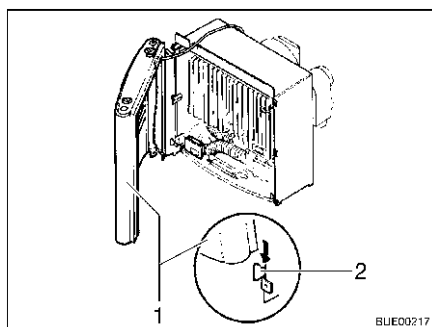

Fig. 87 Copertura del riscaldamento, passanti di sostegno
- Montare la copertura del riscaldamento. Collocare la copertura (Fig. 87,1) sui passanti di sostegno inferiori (Fig. 87,2).